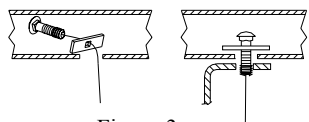

Figure 3.
①	Qté (6)	Boulon hexagonal M12	⑤	Qté (2)	Bloc 1-1/2 X 2 (petit)
②	Qté (8)	Rondelle conique	⑥	Qté (2)	Bloc 1-1/2 X 3 (grand)
③	Qté (4)	Boulon de carrosserie 1/2-13	⑦	Qté (2)	Fil de tirage
④	Qté (4)	Écrou hexagonal 1/2-13
3. À l'aide d'un fil de tirage, insérer un boulon de carrosserie et un grand bloc à travers les fentes dans le bas des longerons de châssis, tel qu'illustré à la figure 3.